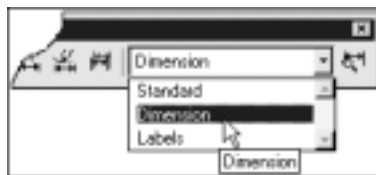

Рис. 14.44. Выбор размерного стиля из списка стилей панели инструментов Dimension
- На панели инструментов Dimension выберите размерный стиль из раскрывающегося списка размерных стилей (рис. 14.44).